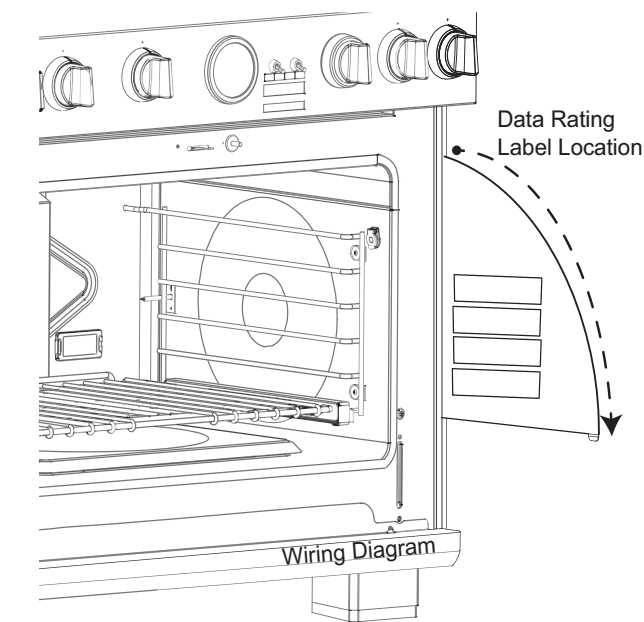

Figure 35: Rating Label Location
The data rating label shows the model and serial number of your range. It is located in the gap created by the right side of the oven cavity and the range side panel (*Figure 35*).
The electric wiring diagrams and schematics are attached behind the door trim, and should not be removed except by a service technician, then replaced after service (*Figure 35*).
Vérifiez le type de gaz fourni à l'endroit de l'installation. Assurez-vous que l'appareil est branché au type de gaz pour lequel il est certifié. Les modèles sortent de l'usine avec une certification pour une utilisation au gaz naturel ou au gaz propane (LP). Assurez-vous que votre cuisinière est conçue pour le type de gaz auquel vous la branchez. Consultez la fiche signalétique du produit, située à l'emplacement indiqué à la Figure 35.